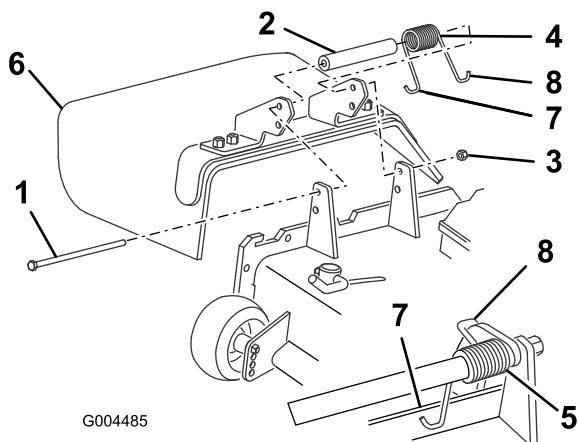

Figura 80
2. Togliete il dado di bloccaggio, il bullone, la molla e il distanziale che fissano il deflettore alle staffe orientabili del tosaerba (Figura 80). Togliete il deflettore di sfalcio se è danneggiato o consumato.
4. Montate il bullone e il dado. Infilate l'estremità a gancio della molla attorno al deflettore di sfalcio (Figura 80).
3. Inserite un distanziale e la molla tra le nuove staffe del deflettore di sfalcio (Figura 80). Collocate l'estremità sinistra a J della molla dietro il bordo del piatto di taglio.
Nota: Prima di montare il bullone, come riportato nella Figura 80, verificate che l'estremità sinistra a J